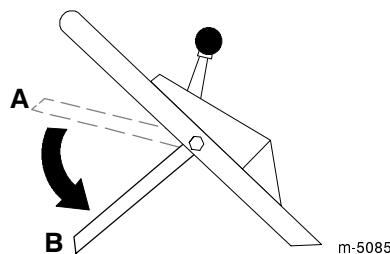

Figura 15
10. Suelte la barra de control de la cuchilla; consulte la posición *B* de la Figura 15. Debe oír un ruido fuerte. La cuchilla debe detenerse en tres segundos.